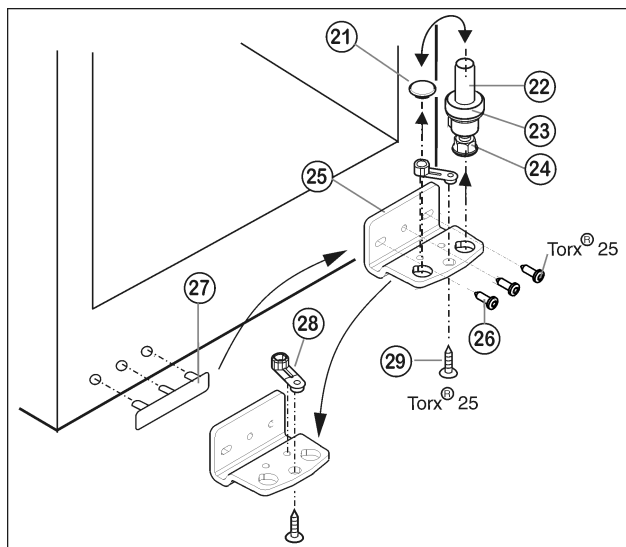

Fig. 5
- ▶ Ložiskový čep Fig. 5 (22) včetně podložky Fig. 5 (23) a seřizovací nožky Fig. 5 (24) vytáhněte nahoru.
- ▶ Zátku Fig. 5 (21) odstraňte.
- ▶ Stojan ložiska Fig. 5 (25) odšroubujte Fig. 5 (26).
- ▶ Ložiskový díl Fig. 5 (28) odšroubujte Fig. 5 (29) a přemístěte jej do protilehlého upínacího otvoru stojanu ložiska, pak ho znovu pevně přišroubujte.
- ▶ Krytku na straně madla Fig. 5 (27) opatrně vytáhněte a přemístěte na druhou stranu.
- ▶ Stojan ložiska Fig. 5 (25) na nové straně závěsu zase přišroubujte příp. pomocí akumulátorového šroubováku (**momentem 4 Nm**).
- ▶ Zátku Fig. 5 (21) zase vložte do druhé díry.
- ▶ Ložiskový čep Fig. 5 (22) včetně podložky a seřizovací nožky zase nasadte. Přitom dávejte pozor, aby zajišťovací vačka směřovala dozadu.
- ▶ Dveře nasadte shora na spodní ložiskový čep Fig. 5 (22).
- ▶ Dveře případně pomocí obou podélných děr ve spodním stojanu ložiska Fig. 5 (25) vyrovnajte tak, aby lícovaly se skříňní přístroje. Vyšroubujte prostřední šroub.